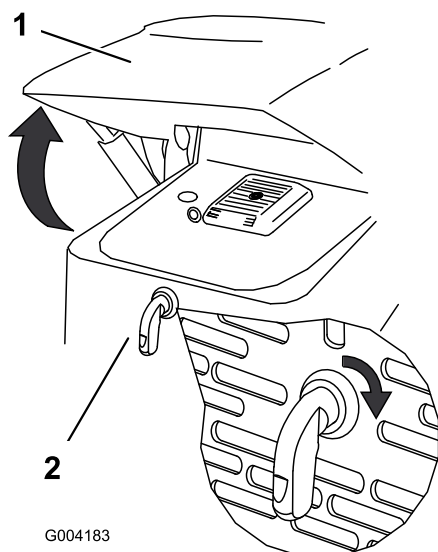

Figura 16
1. Giro el cierre del capó en el sentido de las agujas del reloj (Figura 16).
2. Levante el capó (Figura 16).